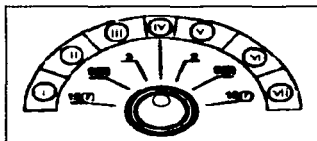

Figura 5.13. Efectos especiales de reproducción.
4.- Perilla de selección rápida. Al girar esta perilla durante la reproducción puede obtenerse la reproducción de algunos efectos especiales como se observa en la figura 5.13 y son las siguientes: